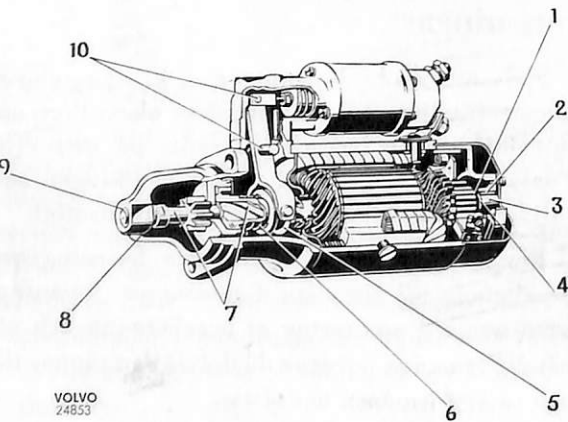

Bild 35. Smörjschema för startmotor.
2. Montera startdrevet på rotoraxeln, sätt därefter på brickor och låsring enl. bild 18. Smörj rotoraxeln enl. anvisningarna på bild 35.